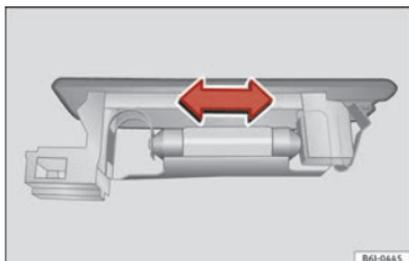

Fig. 111 Luz da bagageira.
- Pressione a lâmpada lateralmente e retire-a do alojamento »» **Fig. 111.**